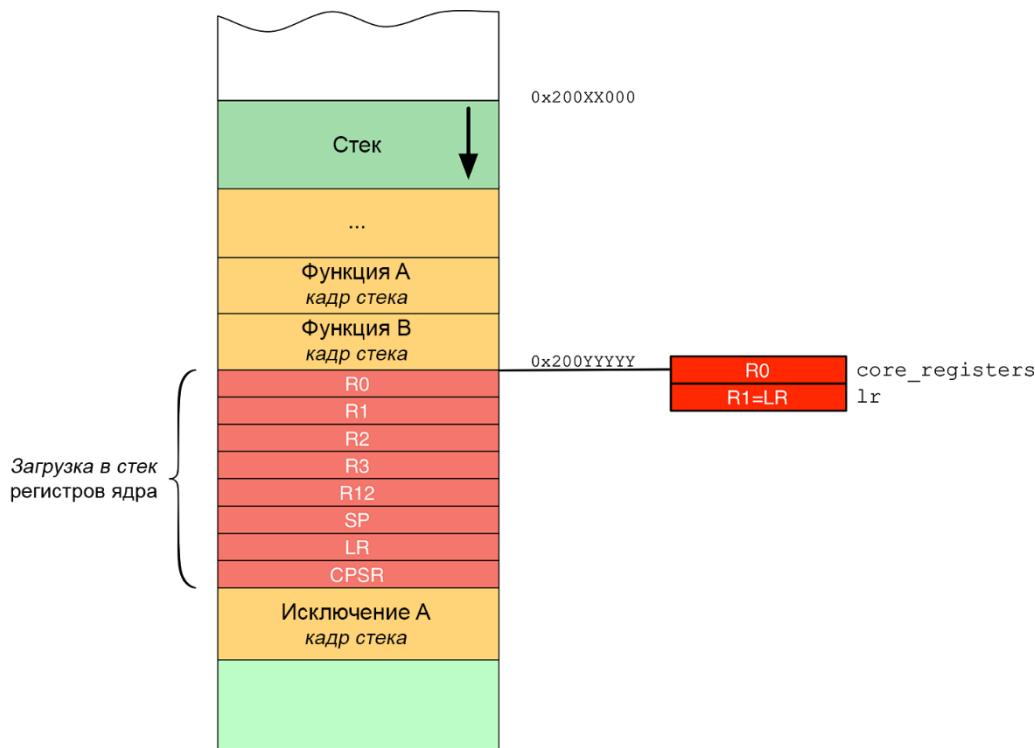

Рисунок 3: Как текущие регистры R0-R1 указывают на загруженные в стек регистры и на реальный регистр LR
**Рисунок 3** ясно разъясняет это. Как видите, `core_registers` соответствует регистру `R0`, который содержит базовый адрес загруженных в стек регистров. `lr` соответствует регистру `R1`, содержимое которого заполнено регистром `LR` с помощью ассемблерной инструкции в строке 7. Таким образом, мы можем получить доступ к загруженным в стек регистрам из процедуры `EXTI15_10_IRQHandler_C()` и выполнить анализ их содержимого, как мы увидим позже.